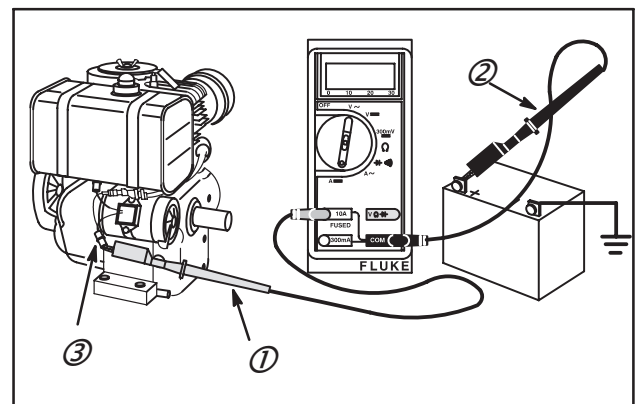

Fig. 33
1. Introduire le fil ROUGE (1) du contrôleur dans la borne 10 Ampères du contrôleur.
2. Introduire le fil NOIR (2) du contrôleur dans la borne COM du contrôleur.
4. Fixer la pince du fil ROUGE du contrôleur à la borne de sortie C.C. du régulateur-redresseur (3), Fig. 33.